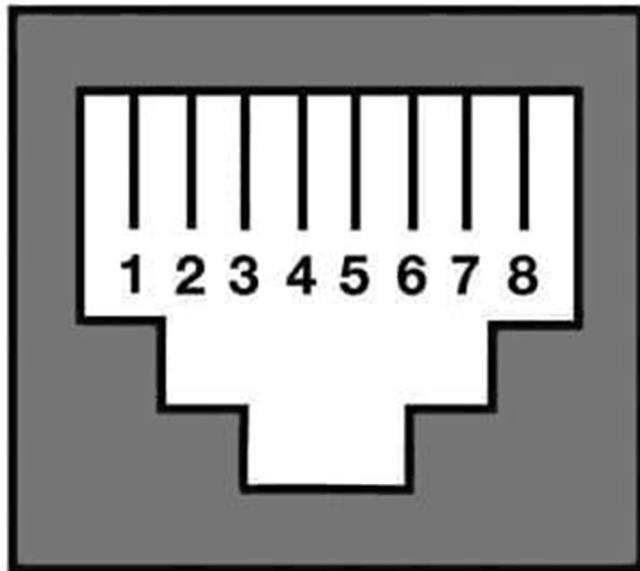

Рис. 1.6 Расположение контактов разъема Ethernet (вид с внешней стороны прибора)
- розетка RJ45 (устанавливается по дополнительному запросу) (8p8c) для подключения к роутеру или в состав измерительной линии на базе интерфейса Ethernet (см. Рис. 1.6 и Табл. 1.6).